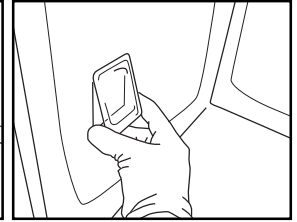

Fig. 9
5. Reposez le cache de l'ampoule en l'enfonçant jusqu'à ce qu'il s'endclipse (Fig. 9).